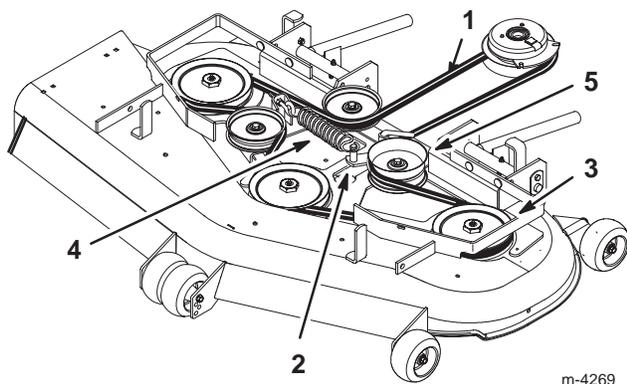

Bild 62
Hinweis: Fangen Sie an der äußeren Riemenscheibe an und drehen Sie den Riemen ab (Bild 62).
8. Setzen Sie die Spannscheibe ein und führen Sie den Riemen über die anderen Scheiben (Bild 62).